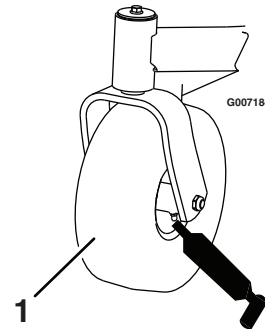
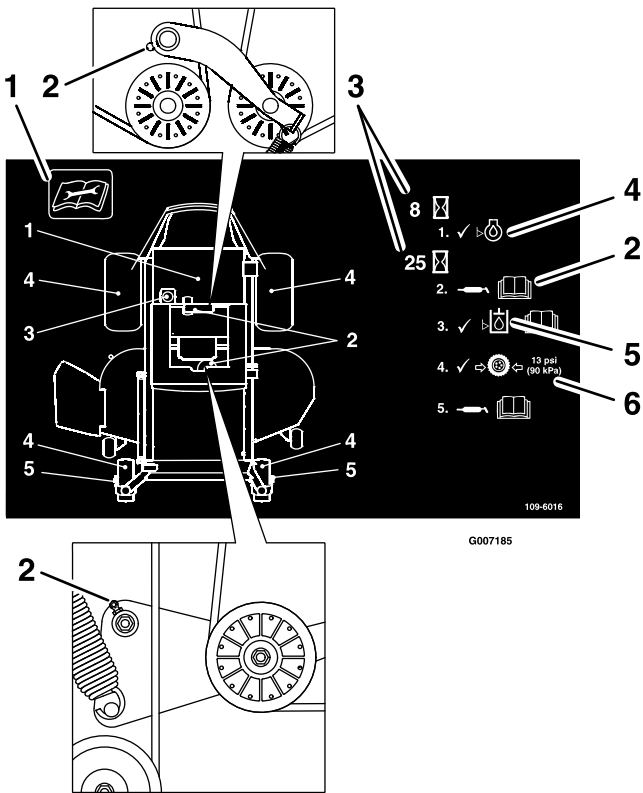

Figura 22
Figura 23
Engrase las ruedas giratorias delanteras y sus pivotes (Figura 22).
3. Limpie con un trapo los puntos de engrase (Figura 22 y Figura 23). Asegúrese de raspar cualquier pintura que hubiera sobre los puntos de engrase.
4. Conecte una pistola de engrasar a cada punto de engrase (Figura 22 y Figura 23). Bombee grasa hasta que empiece a rezumar grasa de los cojinetes.